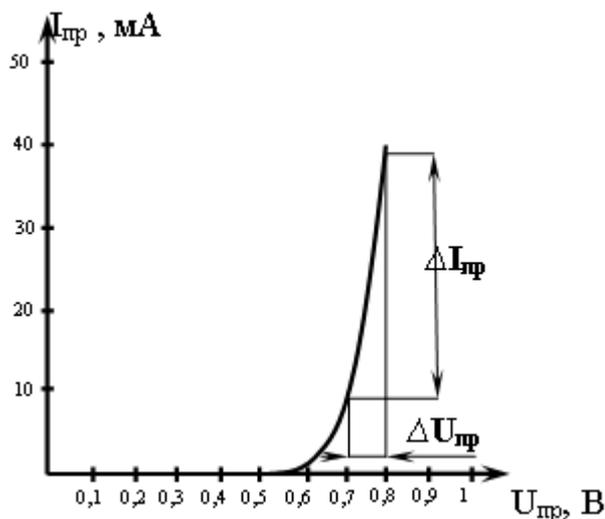

Рис.5. ВАХ диода при прямом включении
2. На линейном участке прямой ветви ВАХ построить характеристические треугольники (см. рис.5.) и определить крутизну S мА/В германиевого и кремниевых диодов: